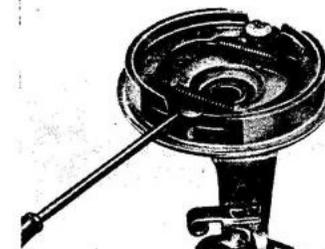

Abb. 78 Bremsbacken ausbauen
3. Mit einem Schraubenzieher zwischen Bremsbacke und Gegenlager drücken, wie Abb. 78 zeigt, und Bremsbacken aus der Nut des Gegenlagers ausheben. Beide Bremsbacken mit den Zugfedern von der Bremsträgerplatte abnehmen.